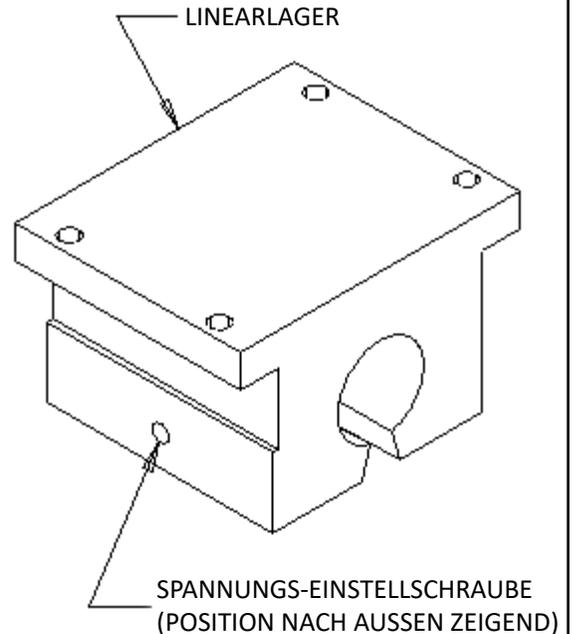

ABB. 17
SCHRITT 3 – Setzen Sie ein neues Linearlager auf das Ende der Schlittenwelle auf; die Spannungseinstellschraube muss dabei nach außen weisen. Siehe ABB. 17.